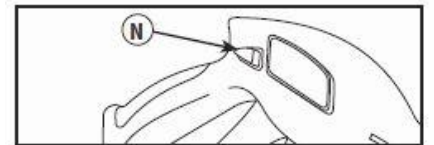

Fig. 9
3. Apunte con la pistola rociadora hacia una dirección segura, presione el botón rojo de seguridad (N) de la pistola rociadora y apriete el gatillo hasta que salga agua de forma constante. (See Fig. 9)